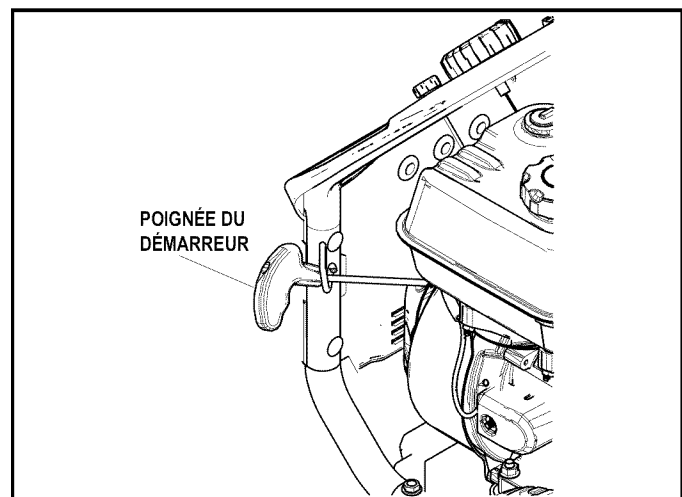

Figure 5-5. Démarrer le moteur
5. Lors du démarrage du moteur, agrippez la poignée de démarrage (Figure 5-5) et tirez lentement jusqu'à ce que vous sentiez une résistance. Tirez ensuite rapidement afin de démarrer le moteur.